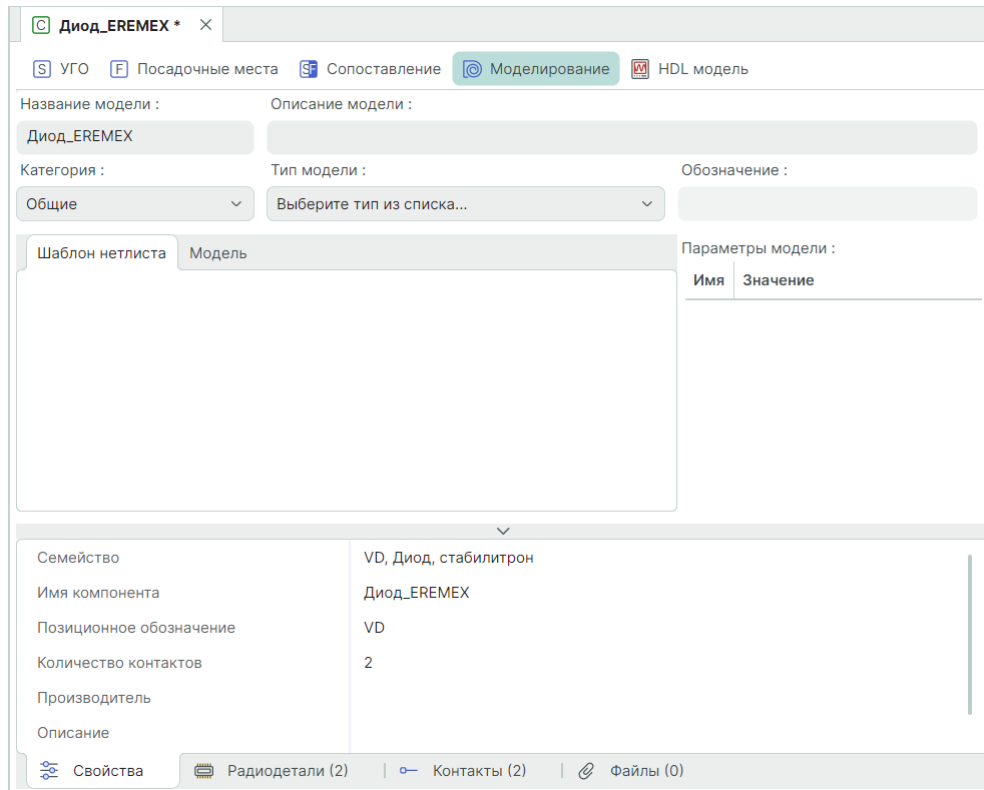

Рис. 294 Форма окна вкладки «Моделирование»
3. Отображается форма для заполнения сведений, используемых при формировании SPICE-модели компонента, Рис. 294: